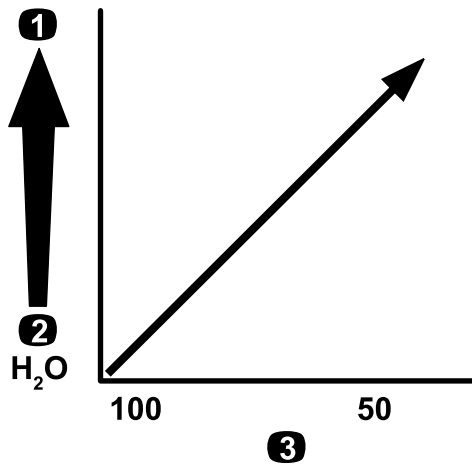

図 81
**重要** 粘度の高いドロドロした薬剤や、ウェットブル水和剤を散布する場合には、オプションの目の粗いノズルフィルタが必要になる場合があります 図 81を参照。